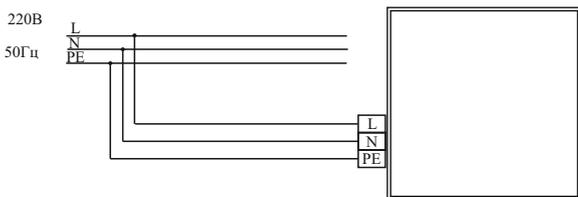

Рисунок 1
-При помощи соединительных клемм подключите к драйверу сетевые провода согласно схеме подключения (рисунок 1 и 2).